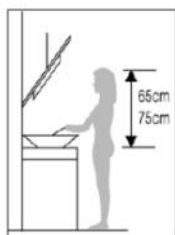

Bild 1
3. För optimal användning ska flätkåpan monteras på avståndet 65–75 cm över spisens yta (se bild 1).